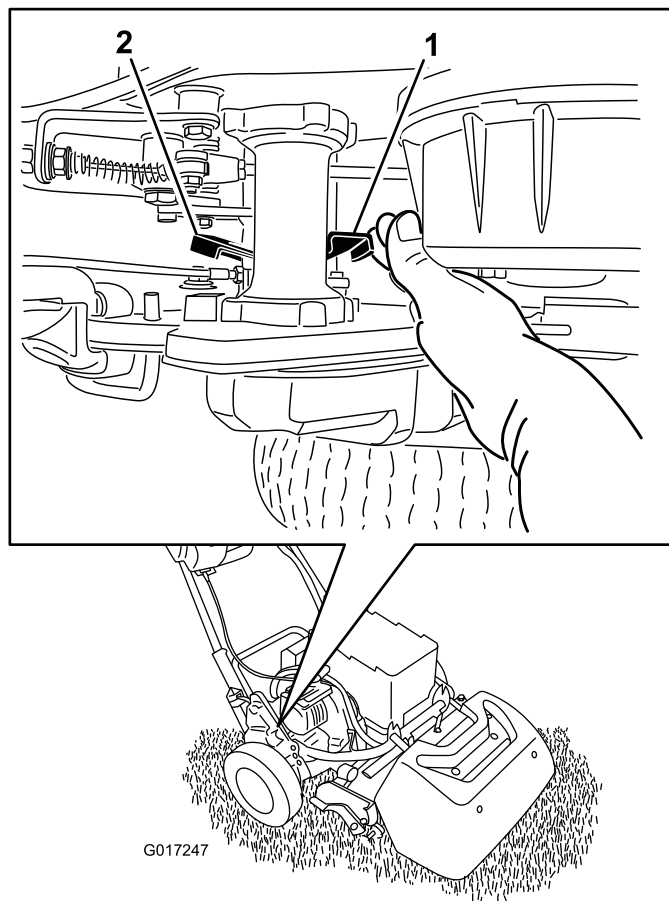

図 35
1. 機体の右後ろ角部にある走行解除レバーを探し出す走行ハウジングドラムの隣にある 図 35。